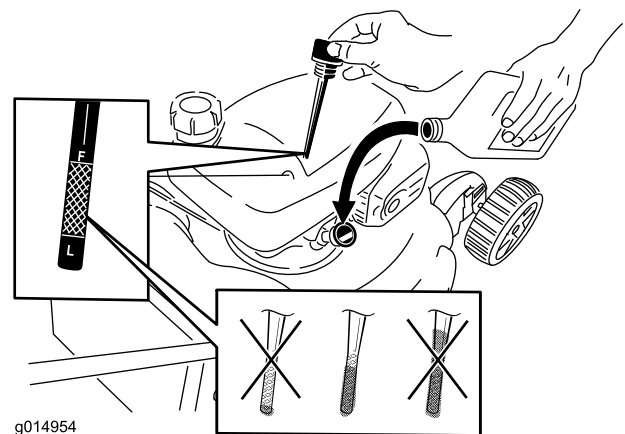

Figure 7
1. Retirez la jauge (Figure 7).
2. Versez de l'huile **avec précaution** dans le tube de remplissage d'huile, en vérifiant régulièrement le niveau sur la jauge, jusqu'à ce que la jauge indique que le moteur est plein, comme indiqué à la Figure 7. **Ne remplissez pas excessivement.** (Niveau max. : 0,55 l, type : Huile automobile SAE 30 de classe de service API SL, SM ou supérieure. À défaut d'huile SAE 30, de l'huile SAE 10W30 peut être utilisée).